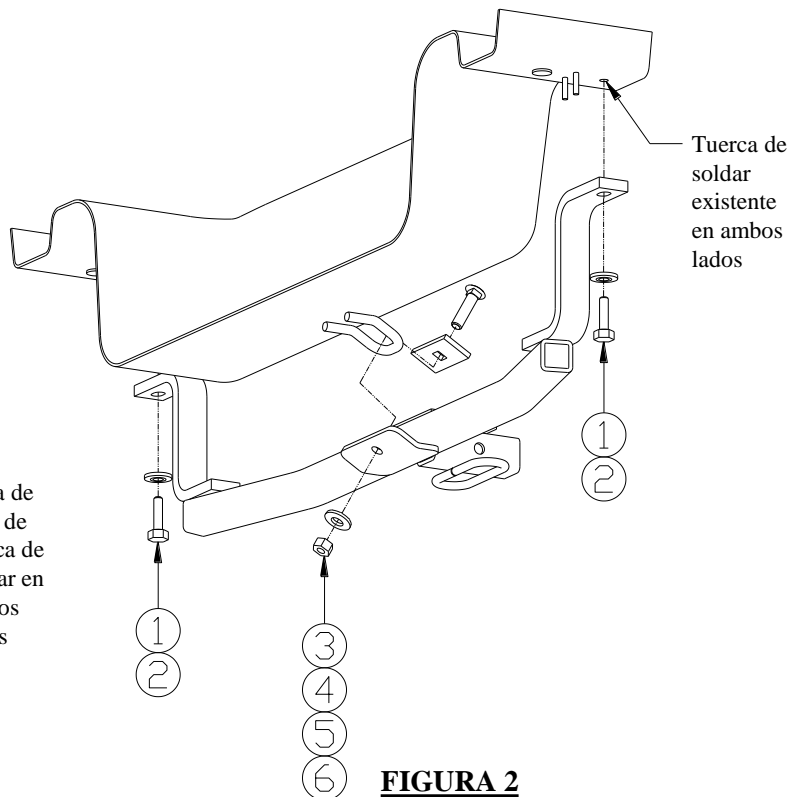

FIGURA 2
3. Levante el enganche a su posición como se muestra en la Figura 2.